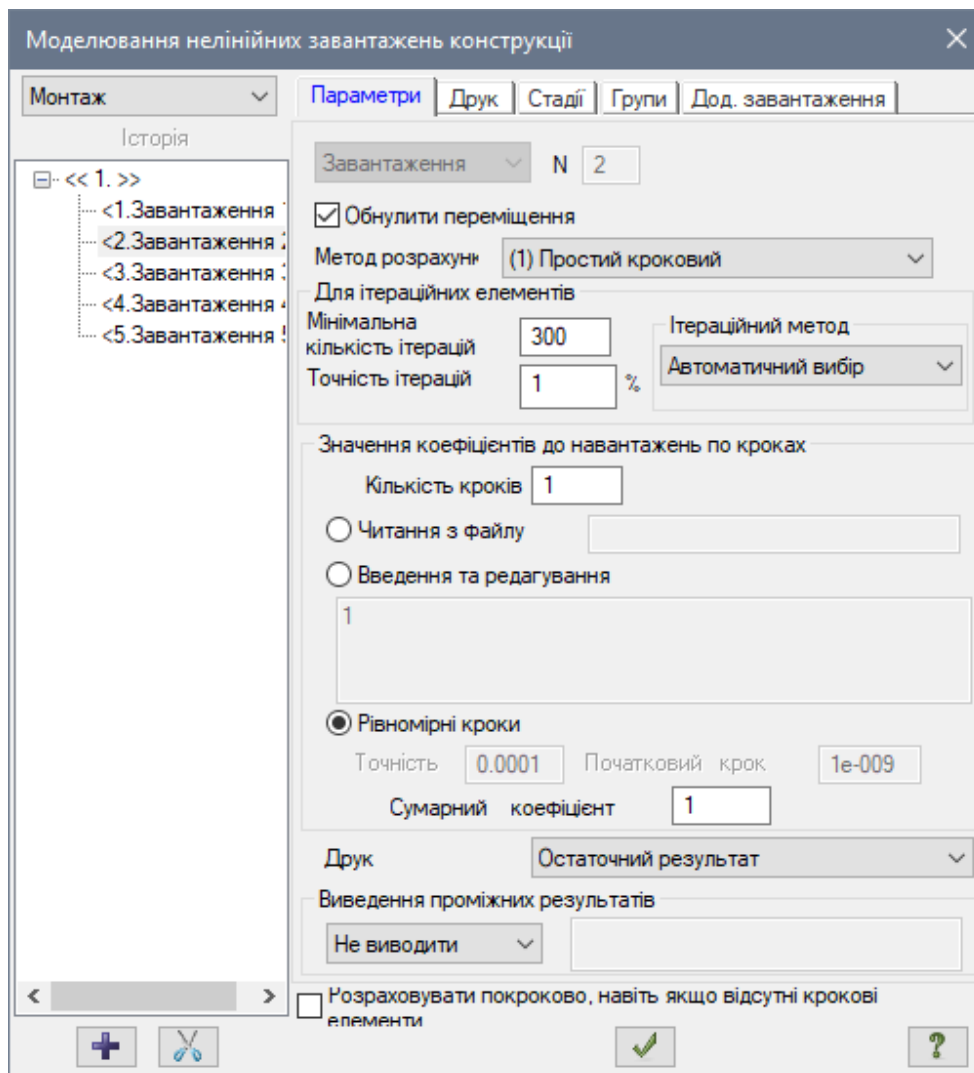

Рис. 10.24. Діалогове вікно **Моделювання нелінійних завантажень конструкції**
- Після цього встановіть прапорець **Обнулити переміщення** (рис. 10.24).